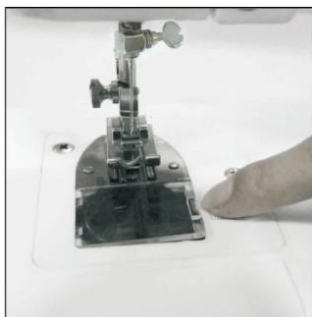

Fig.7
- 1) Schuif de spoelkap naar je toe en verwijder de spoelkap (Fig.7).